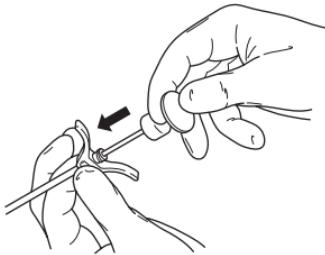

Abbildung 5 – Augmentationsmaterial mit dem Knochenzement-Obturator injizieren
5. Das Augmentationsmaterial unter fluoroskopischer Kontrolle mit dem Knochenzement-Obturator injizieren (Abbildung 5).